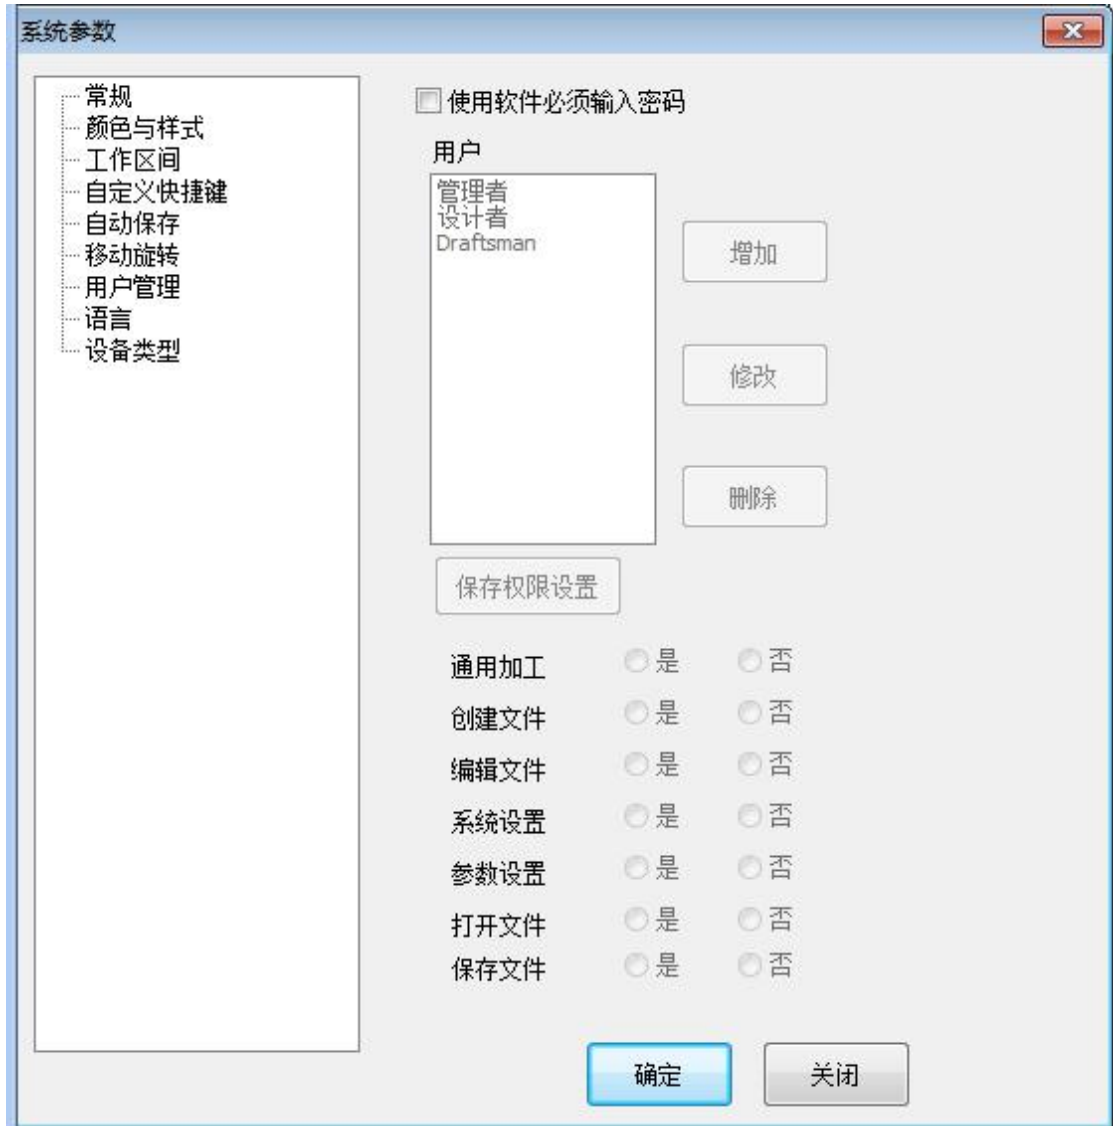

图 2-12 用户管理
- 用于设置是否使用当前软件必须输入使用者密码，如图 2-12 所示。